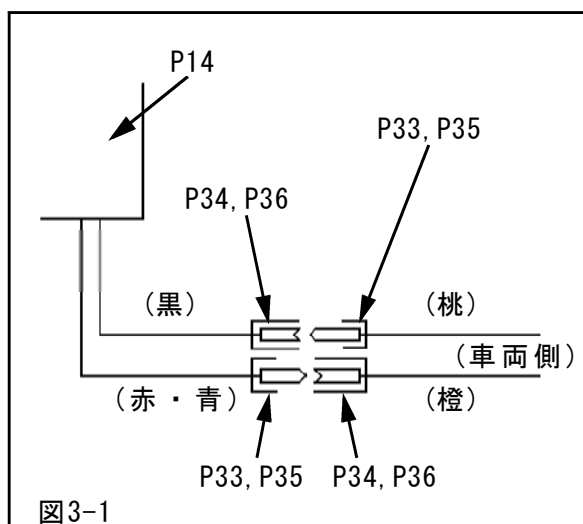
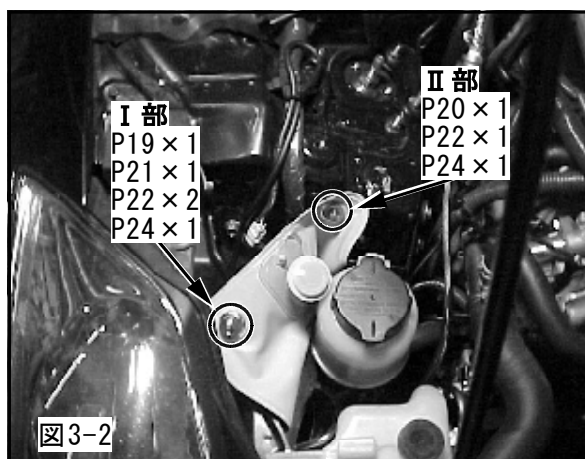

図3-1
図3-2
- (1) 純正ウォッシャタンクのフロント側(白カプラ)の配線とキットのウォッシャタンクの配線を接続してください。(図3-1)
- (2) 純正ウォッシャタンクのフロント側についていたホースをキットのウォッシャタンクに取付けてください。
- (3) キットのウォッシャタンクを図1-3のⅠ部、Ⅱ部に取付けてください。(図1-3, 図3-2)
- (4) キットのウォッシャタンクにウォッシャ液を入れ、水漏れがないことを確認してください。